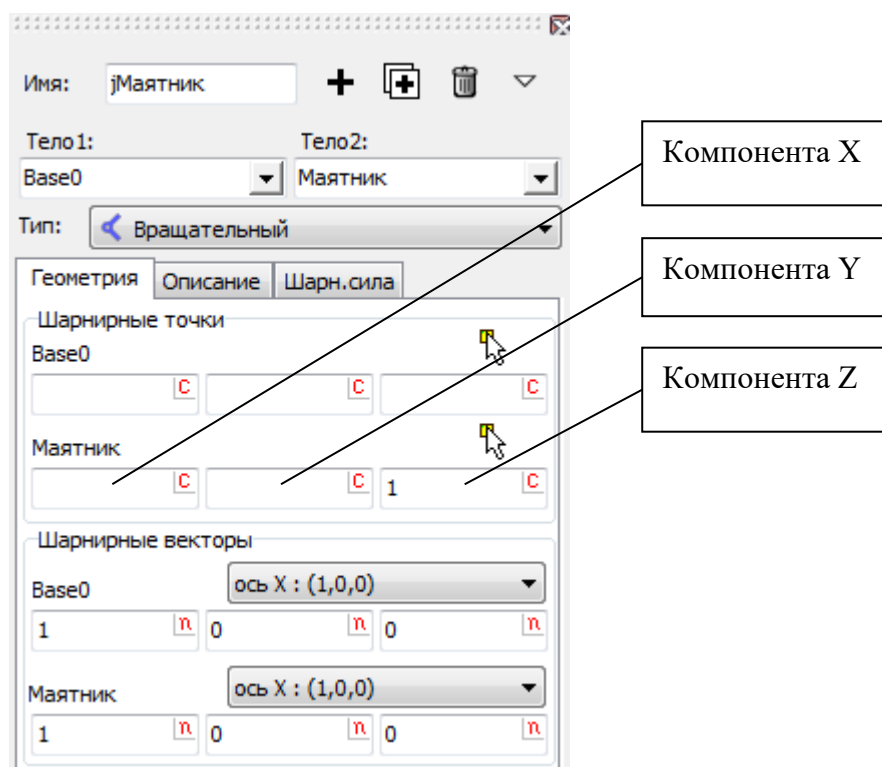

Рис. 1.12. Параметры вращательного шарнира
4. В поле **Шарнирные точки | Маятник** задайте компоненте **Z** значение **1**. Таким образом, мы заставим маятник вращаться вокруг своей верхней точки, см. рис. 1.12